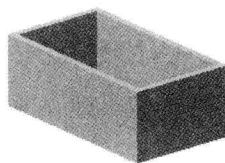

图 3.4.10 薄壁类型
- 薄壁类型: 在“拉伸”对话框 **偏置** 下拉列表中, 通过设置起始值与结束值可以创建拉伸薄壁类型特征 (图 3.4.10), 起始值与结束值之差的绝对值为薄壁的厚度。